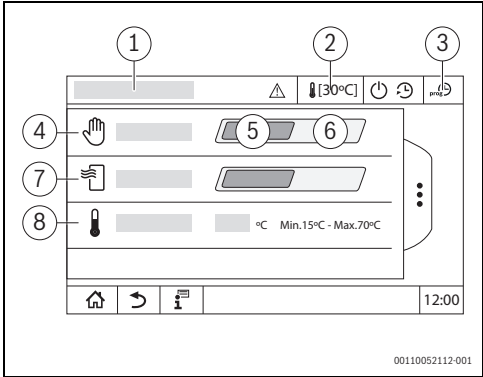

Bild 2 Erweiterte Funktionen, Manueller Betrieb
- **Aus** (→ Bild 2, [5], Seite 6) antippen.